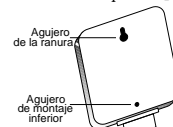

FIGURA 4: Parte posterior de la caja del controlador
- Cuelgue la caja del controlador deslizando la ranura de la parte posterior del controlador sobre el tornillo de la pared [Vea la Figura 4].